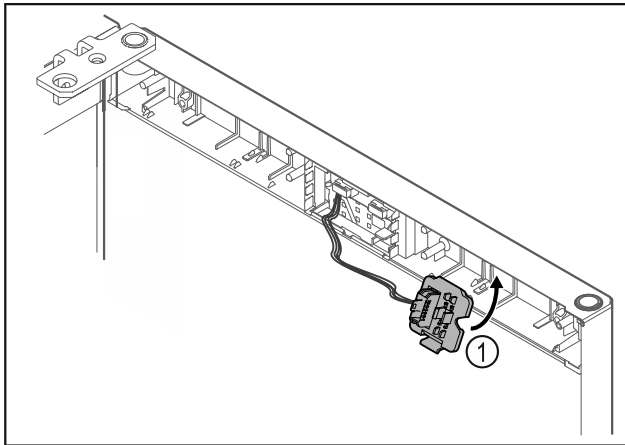

Fig. 18
- Innestare il supporto connettori Fig. 18 (1) sul lato opposto.